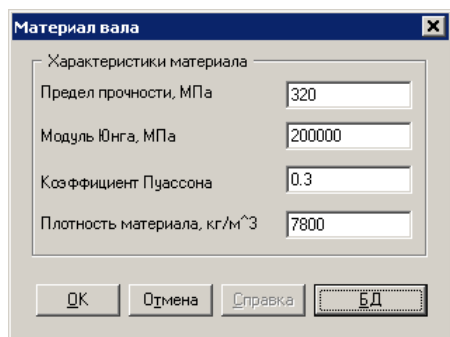

Рис. 3.34 Диалоговое окно характеристик материала
- 1) ввести в диалоговом окне (команда **Материал | М Параметры**) (рис. 3.34);
По умолчанию используются характеристики стали 08 (рис. 3.34).